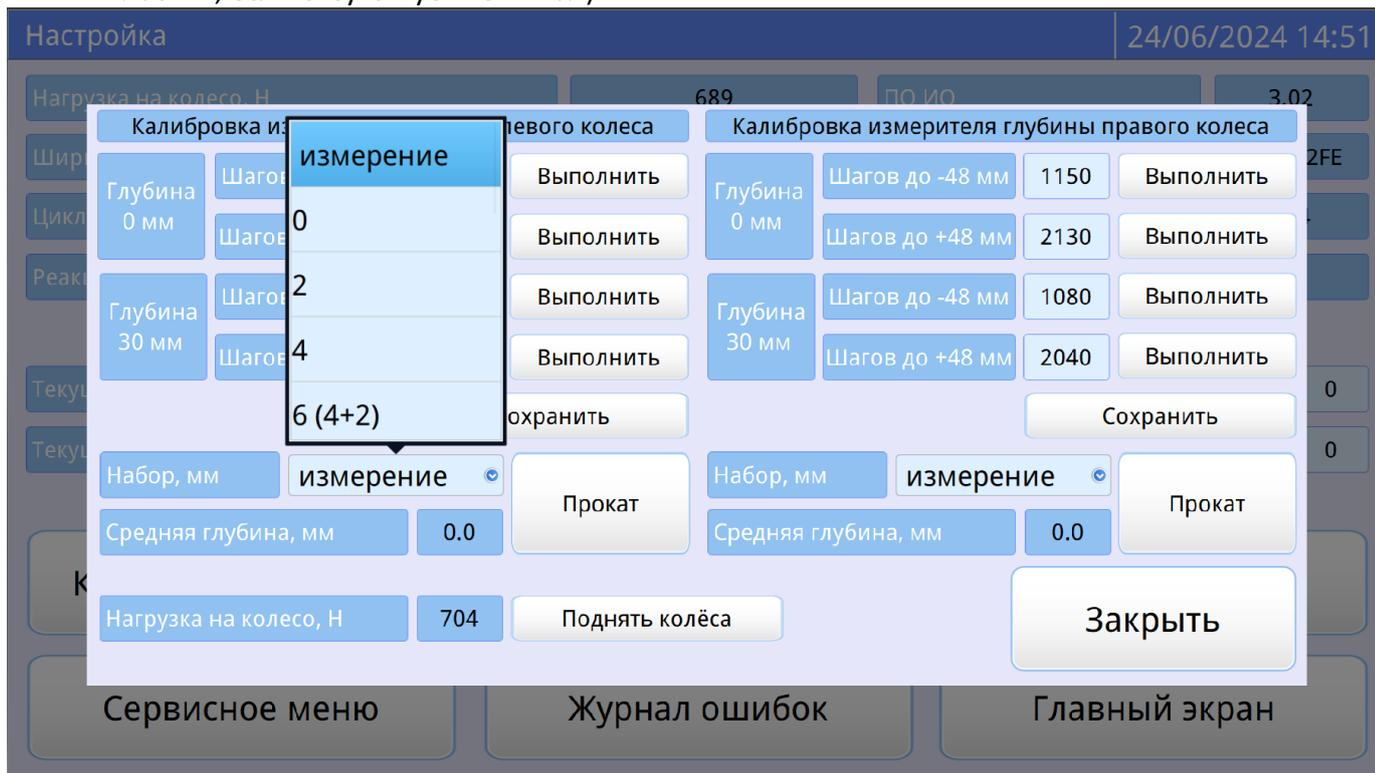

Рисунок 19 – Окно «Калибровка измерителя глубины колеи»
- 1) Установить на плиту-основание набор калибровочных пластин с высотой, указанной в поле «Набор, мм», для левой ячейки (см. рисунок 19 – в скобках указан набор необходимых пластин, если отсутствует номинал).